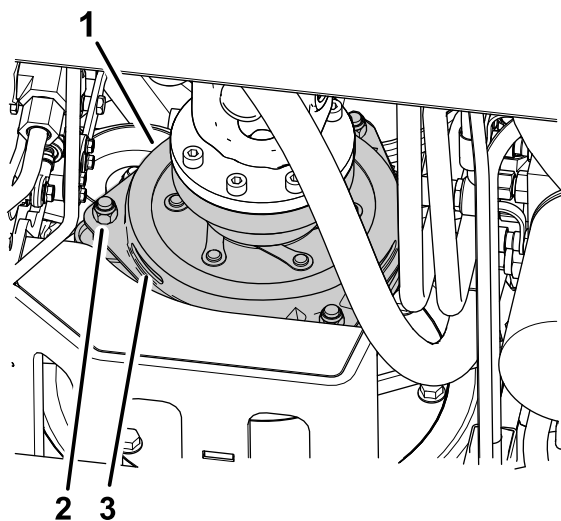

Figura 75
3. Ajuste la holgura hasta que pueda deslizarse una galga de 0,3 mm entre la guarnición del embrague y la placa de fricción con una ligera presión (Figura 75).
**Nota:** La holgura puede reducirse girando las tuercas de ajuste en sentido horario (Figura 75). La holgura máxima es de 0,6 mm. Ajuste las 3 holguras a 0,4 mm.